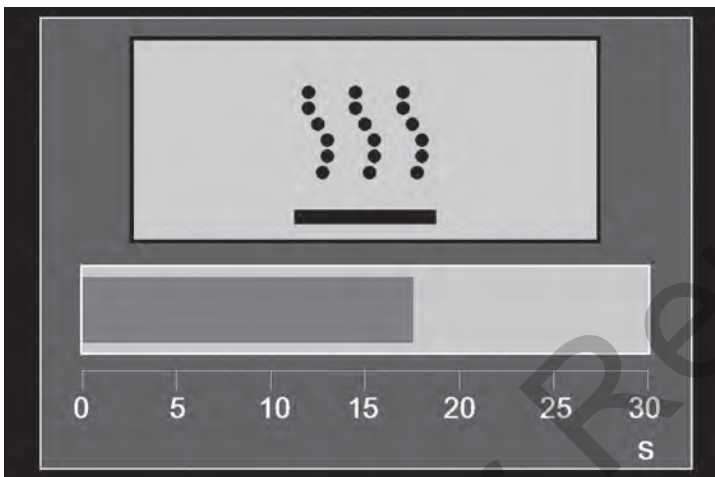

Figure 27
- Chauffage – Chauffage de la chambre de combustion. Voir Figure 27.